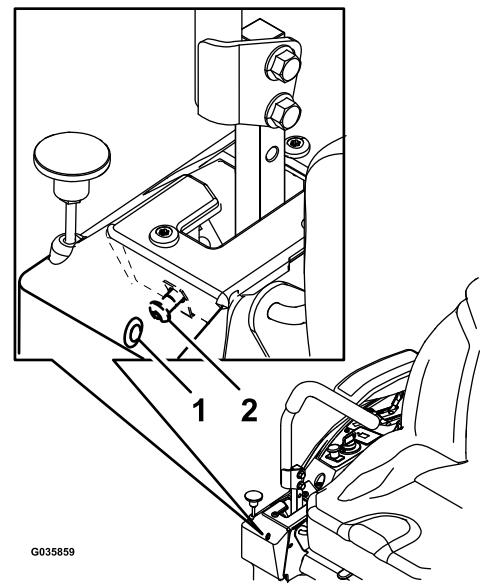

**Figure 55**
**Remarque:** Il faut parfois pousser en avant ou tirer en arrière la partie supérieure de l'arceau de sécurité pour engager complètement les deux boutons (Figure 54 et Figure 55).